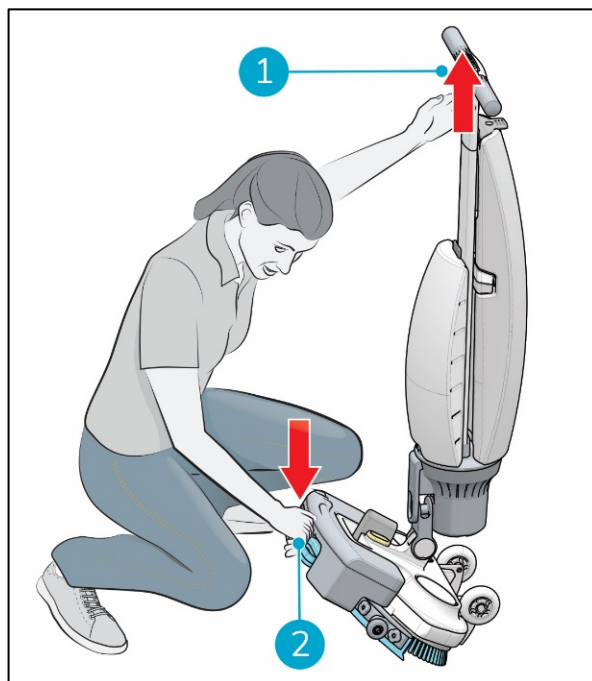

Figura 16
2. Agáchate mientras sujetas firmemente la bandeja de fregado con una mano (Figura 16, pos. 2).
3. Empuja el asa hacia delante con la otra mano (Figura 16, pos. 1).